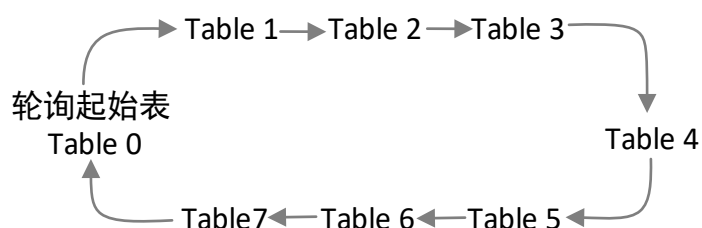

图12-16 默认轮询顺序
1. 在 *LSC Table Selector* 参数下拉选择 LSC 轮询需要使用的参数表，可选择 *Table 0 ~ Table 7* 八张表，请根据实际需求为准。使用八张表时，八张表的默认轮询顺序如图 12-16 所示。